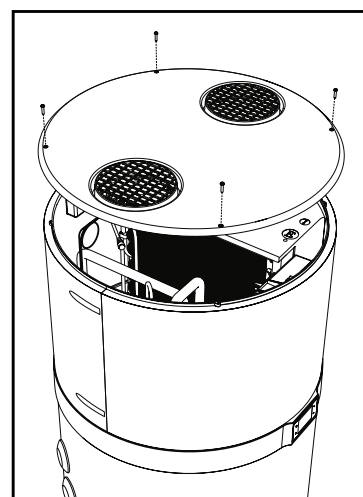

fig. 74- Retrait du panneau supérieur
- Retirez le couvercle supérieur en dévissant d'abord les vis de verrouillage (fig. 74).